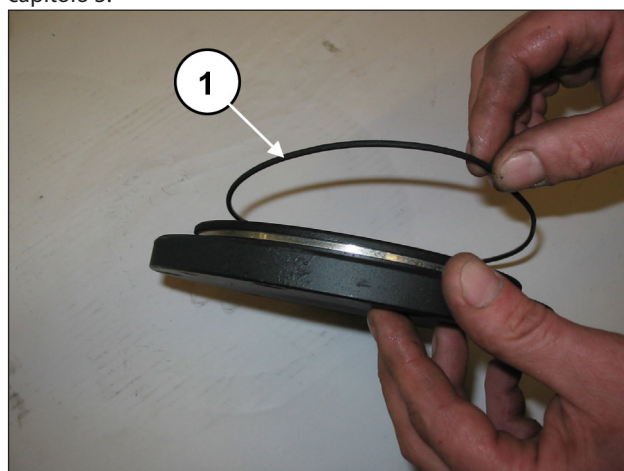
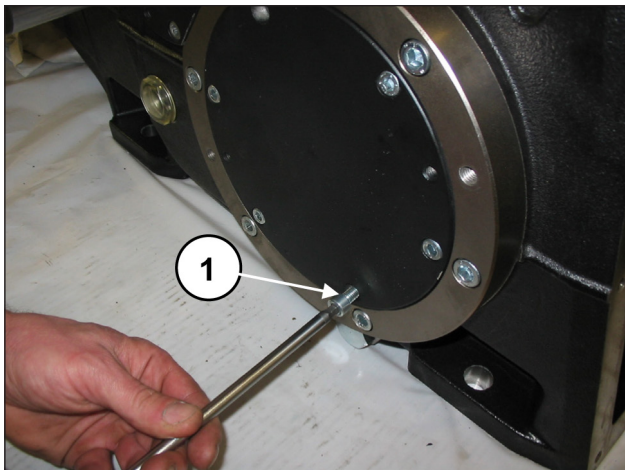

Fig. 90
Fig. 91
Montare i due coperchi cuscinetto (con relativi O-ring) (pos. ①, Fig. 90) mediante 6+6 viti M8x20 (pos. ①, Fig. 91).